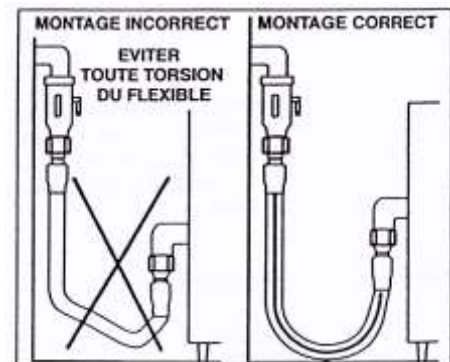

Figure 02
- Eviter les courbures, vibrations et torsions trop importantes en veillant au positionnement correct de la ligne de marquage (voir fig. 02).